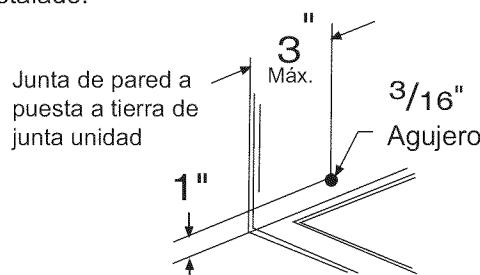

Fig.2
- Si no existiera, perfore un agujero de paso de 3/16" para tornillo puesta a tierra por el lado izquierdo de la junta de pared, en un área libre a unas 3 pulgadas máximo, alejadas del borde frontal de la junta, usando el tornillo puesta a tierra y la arandela dentada. Tire del extremo libre del cable a tierra al frente de la junta, y temporalmente doblelo hacia abajo y alrededor del borde inferior de la junta (Fig.2). Este cable a tierra luego será adherido al marco del aire acondicionado una vez instalado.